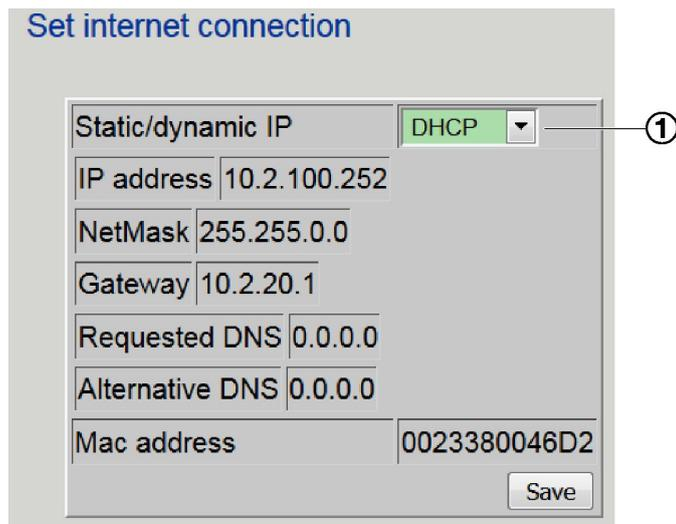

Рис. 27: Установка статического IP-адреса
- ▶ Выберите «Статический IP» из выпадающего списка (Рис. 27/1), затем установите следующие параметры: